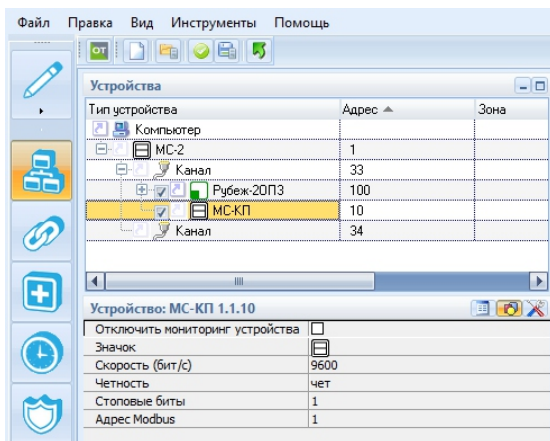

Рисунок 5
6.6 Далее в дереве устройств ПО FireSec (рисунок 5), выделив MC-KП, перейти в поле «Устройство: MC-KП», где из предлагаемых значений выбрать «Скорость» (скорость обмена по каналу «2»), «Стоповые биты», проверку на «Четность» и задать с помощью клавиатуры «Адрес Mod Bus» (от 1 до 247).